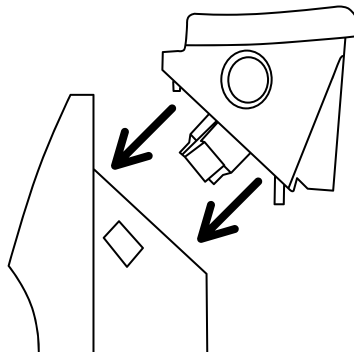

Рис. 4
2. Вставьте разъём электроподключения («папа») на блоке управления в соответствующий разъём («мама») на конвекторе. Обратите внимание, что он может быть вставлен только в одном положении, когда специальная защёлка находится справа. Убедитесь, что соединение надёжно и разъём блока управления полностью закреплён в конвекторе. Если разъём вставлен до конца, то должен раздаться щелчок (рис. 4).